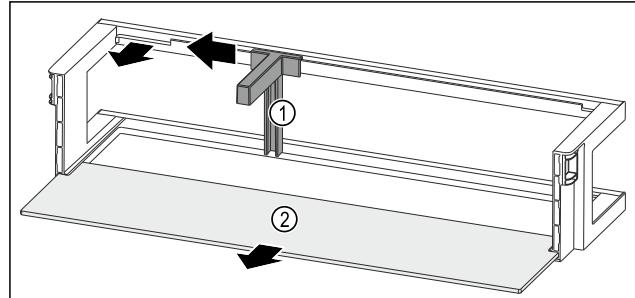

Fig. 84 Türabsteller mit Flaschenhalter und Abstellfläche
- Flaschenhalter Fig. 84 (1) bis zur Aussparung zur Seite schieben.
- Flaschenhalter Fig. 84 (1) entnehmen.
- Abstellfläche Fig. 84 (2) entnehmen.